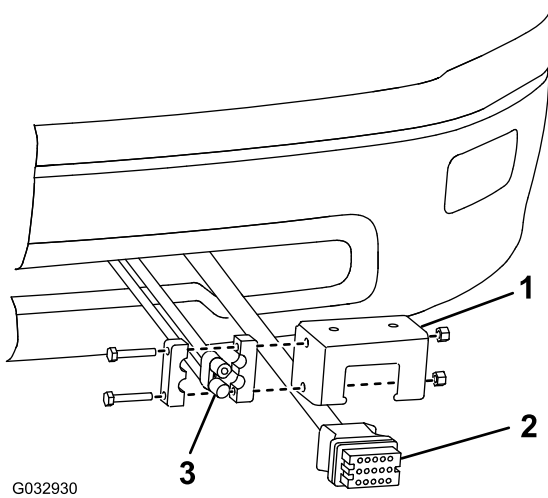

Figure 19
27. Montez le connecteur du chasse-neige du faisceau de câblage côté camion sur la partie inférieure du pare-chocs à l'aide du support de montage du faisceau de commande (Figure 19).
28. Reliez le connecteur d'alimentation/de masse noir et rouge au support de montage du faisceau de commande (Figure 19).